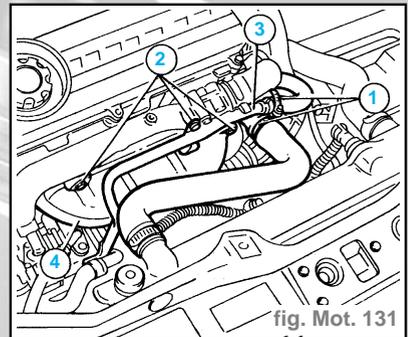

fig. Mot. 131
- Desserrer les colliers (1) et déposer les tuyaux correspondants : ensuite dévisser les vis (2), déplacer le tuyau rigide (3) et enlever le pare-chaleur (4) (fig. Mot. 131).